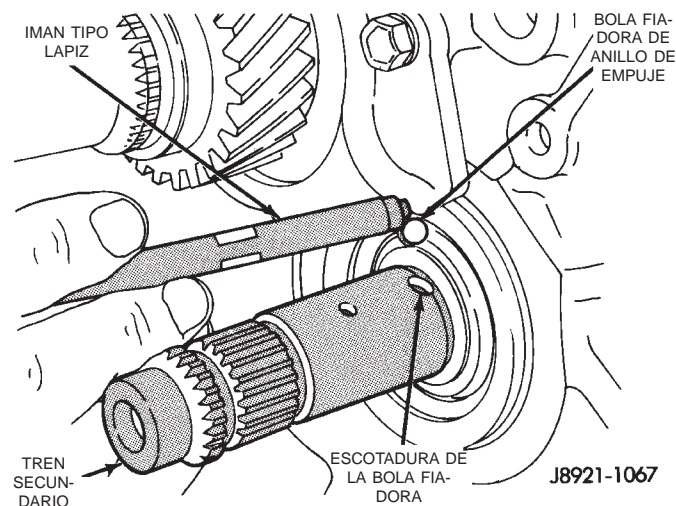

Fig. 93 Instalación de bola fiadora de anillo de empuje del engranaje de quinta velocidad
(36) Instale la porción que resta del eje de engranaje secundario de marcha atrás a través del conjunto del engranaje secundario de marcha atrás.
(37) Emplace la placa de fijación del eje del engranaje secundario de marcha atrás sobre la placa intermedia.
(38) Instale un perno nuevo para fijar la placa de fijación del eje de engranaje secundario a la placa intermedia.
(39) Instale la bola fiadora del anillo de empuje del engranaje de quinta velocidad en el árbol intermediario (Fig. 93).